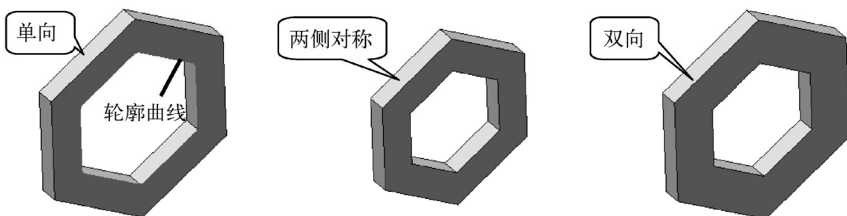

图 3-24 薄壁特征的类型
- “薄壁特征”卷展栏：“薄壁特征”卷展栏（见图 3-23）用于设置进行“薄壁拉伸”的参数，“薄壁”是指具有一定厚度的实体特征，可以对闭环和开环草图进行薄壁拉伸。各“类型”选项的意义如表 3-3 所示，其作用如图 3-24 所示。